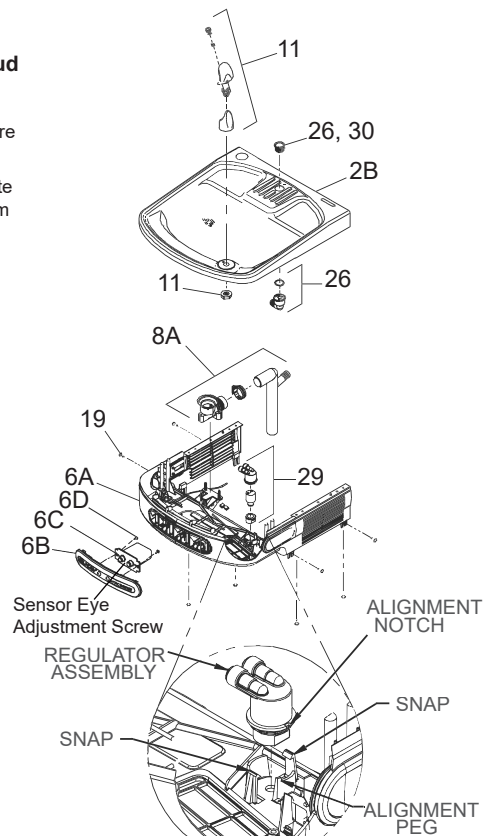

Fig. 6 EZ/LZ Right Hand Unit
- Using a small tip screwdriver, locate range adjustment screw through the small hole between the sensor lenses. Turn this screw clockwise to increase range and counterclockwise to decrease range (See Fig. 6).
- Usando un desatornillador con punta pequeña, gire el tornillo de un lado a otro pequeña agujero entre la ver ventana. de ajuste de límites en el sentido de las manecillas del reloj para aumentar el límite y en sentido contrario de las manecillas del reloj para reducir el límite (Vea Fig. 6).
- A l'aide d'un petit tournevis à pointe, effectuez une rotation de la vis de réglage à travers la petite trou entre voir fenêtre dans le sens des aiguilles d'une montre afin d'augmenter la portée, et dans le sens inverse pour la diminuer. (Voir Fig. 6).